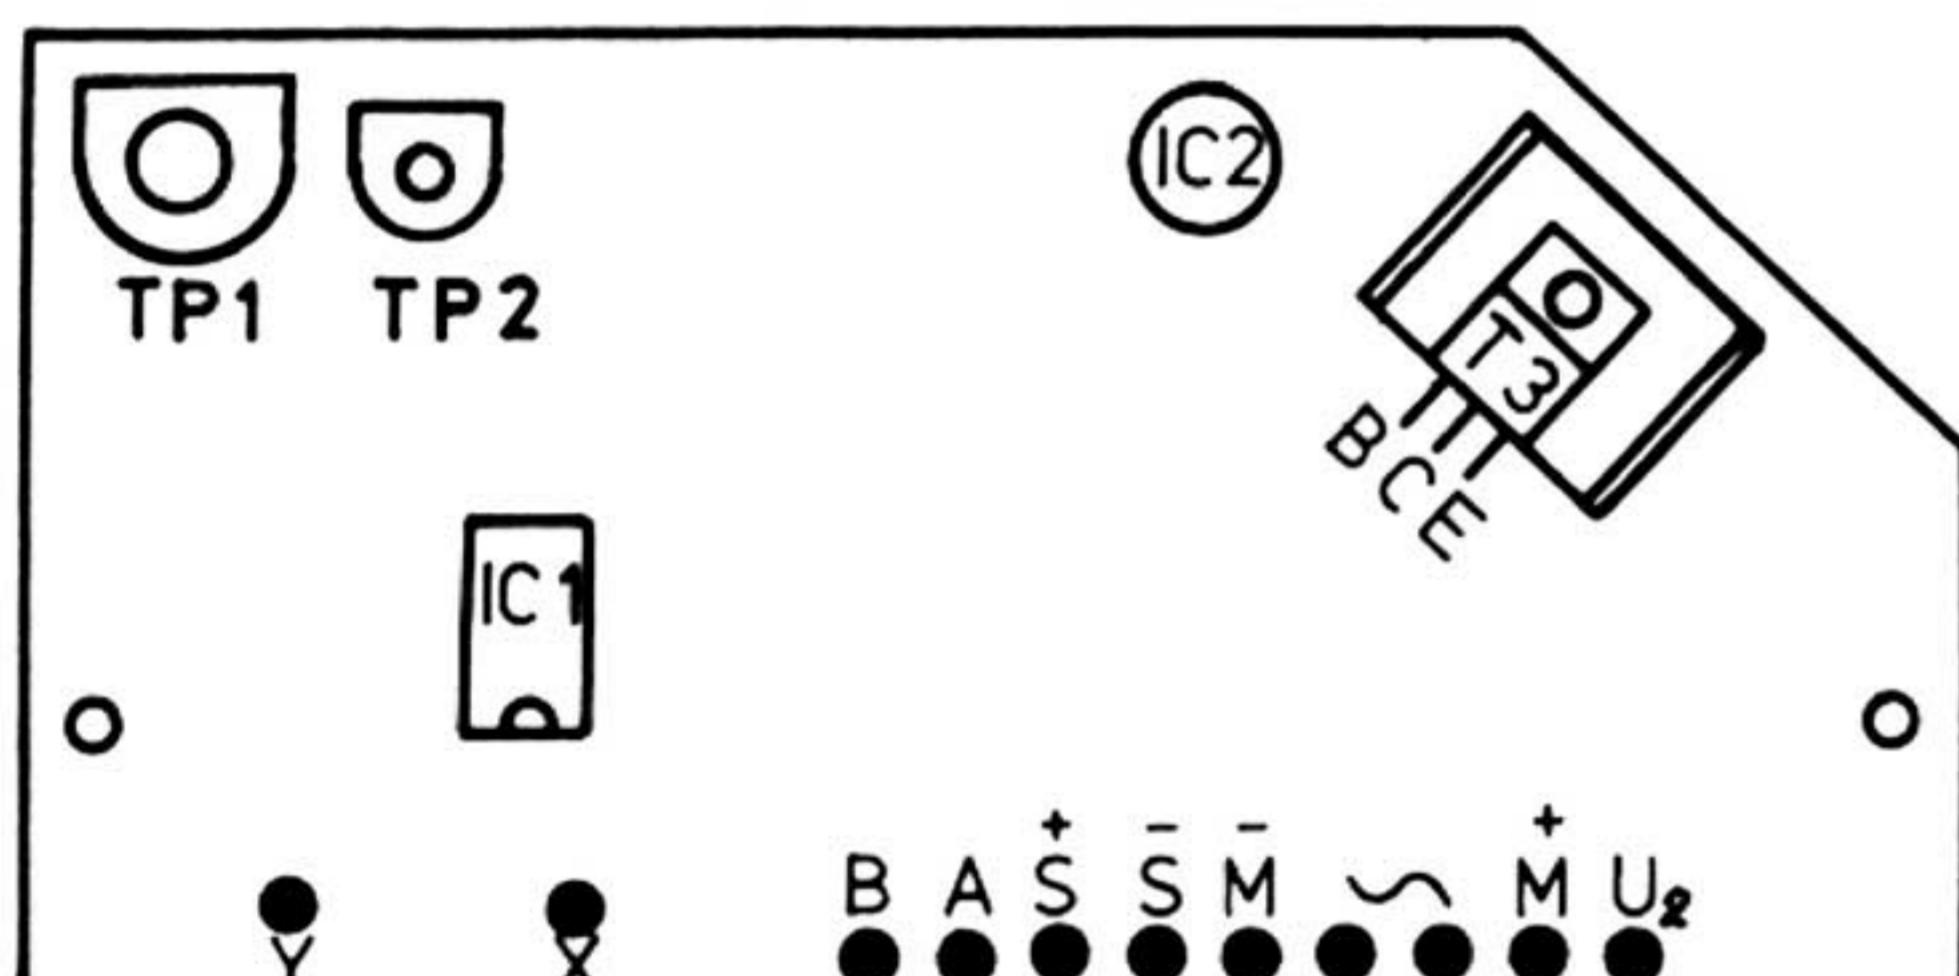

Bild 2
Im Fall A das Trimm-Potentiometer TP 1 (Bild 2) von unten um etwa 90° bis 120° im Gegenuhrzeigersinn drehen, das Gerät einschalten und TP 1 langsam im Uhrzeigersinn verstetlen, bis das Gerät ausschaltet.
- Neueinstellung:** Voltmeter anschliessen, Minuspol an M—, Pluspol an X auf der Printplatte. Gerät einschalten (Drehzahl $33\frac{1}{3} [\text{min.}^{-1}]$). Tonarm auf Anfang des Feldes mit Auslauffrillen-Steigung $1,6 \text{ mm}$ (Lenco-Prüfplatte 722, Seite A) aufsetzen. Stellt das Gerät nach einigen Umdrehungen ab, TP 2, (Bild 2) im Gegenuhrzeigersinn verstetlen und Vorgang wiederholen. Der Tonarm bewegt sich nun über das ganze Auslauffrillenband. Dabei Voltmeter beobachten und höchste angezeigte Spannung ablesen (zirka 0,8 bis 2,2 Volt).
Nun Plusklemme des Voltmeters von Punkt X auf Punkt Y legen (Bild 2). Gerät einschalten, Tonarm auf der Stütze. Mit TP 2 (Bild 2) eine um 0,5 Volt höhere Spannung, als an Punkt X abgelesen, einstellen, d.h. etwa 1,3 bis 2,7 Volt. Anschliessend Kontrolle nach a und b wiederholen.